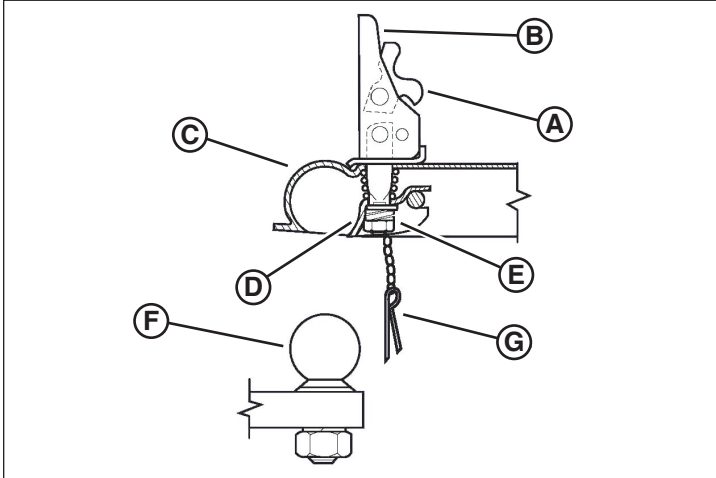

Figura 10
1. Tire del gatillo de bloqueo (A, Figura 10) hacia arriba y levante la palanca de bloqueo (B, se muestra levantada).
2. Para ajustar el acoplador en la bola del enganche (F, Figura 10), empuje el bloqueo de la parte tubular (D) hacia arriba, para alejarlo de la tuerca de ajuste (E).
4. Asegúrese de que la bola del enganche esté completamente dentro del encastre del acoplador (C, Figura 10).
5. Empuje la palanca de bloqueo hacia abajo hasta la posición de bloqueo. Inserte el pasador de bloqueo (G, Figura 10) en el orificio de la palanca de bloqueo, o bien, use un candado para mayor seguridad.